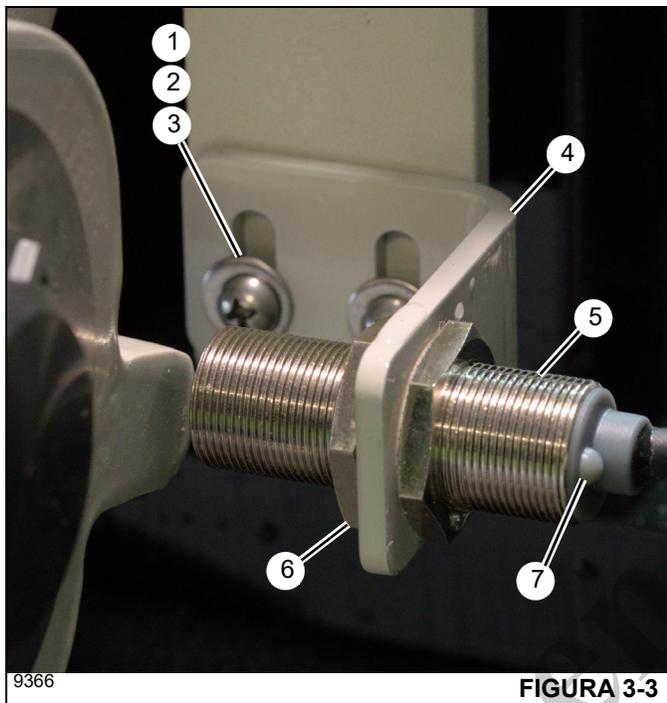

FIGURA 3-3
3. Remova os parafusos (1, Figura 3-3), as arruelas de pressão (2) e as porcas (3) para remover a placa (4) e a chave de proximidade (5) do chassi.
4. Solte as contraporcas (6) e remova a chave de proximidade (5) da placa (4).